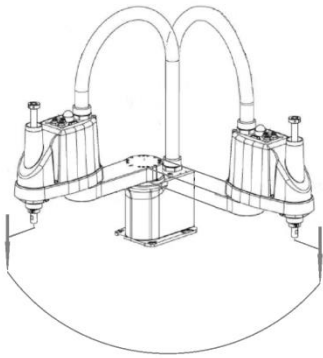

图 1
- ① 增加工具后，XY 平面画圆弧不开启旋切，实际 C 轴不旋转，运行效果如图 1；